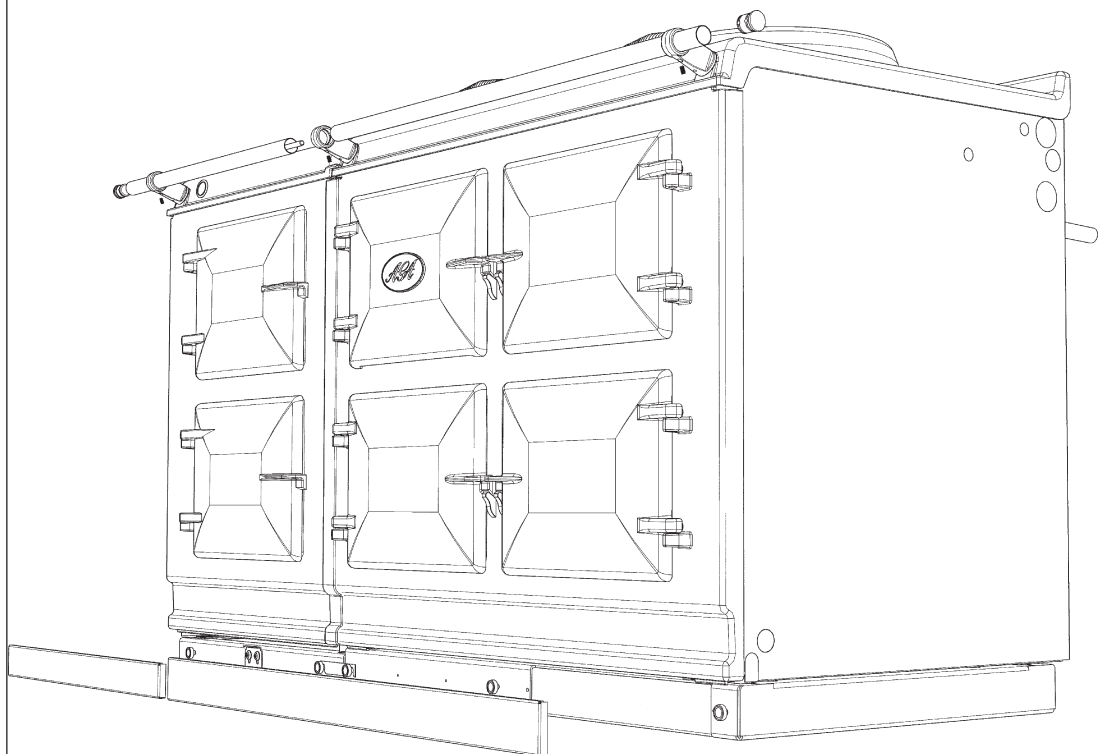

Fig. 20
11. Sur les 5 appareils du four, mettre l'écrou tous fils dans l'insert situé à l'une des extrémités de la main courante, puis alimenter la main courante par le support (en veillant à ce que l'écrou tous fils dépasse du côté droit de la main courante du placard chaud) et visser les mains courantes entre elles. (Voir figure 20).